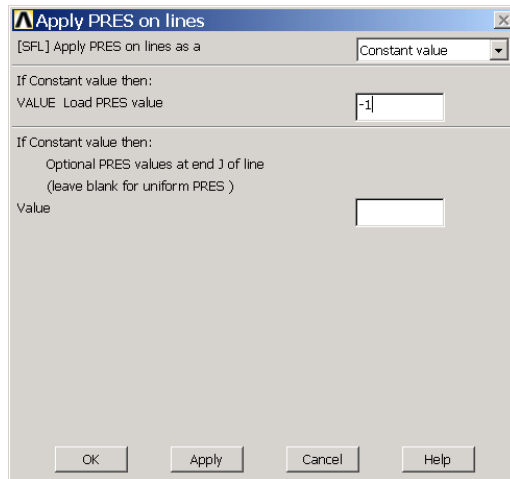

图1.39 定义外荷载
(4) 接着出现如图 1.39 所示的对话框, 设置【Load PRES value】为【-1】, 并单击【OK】按钮, 施加均布压力。